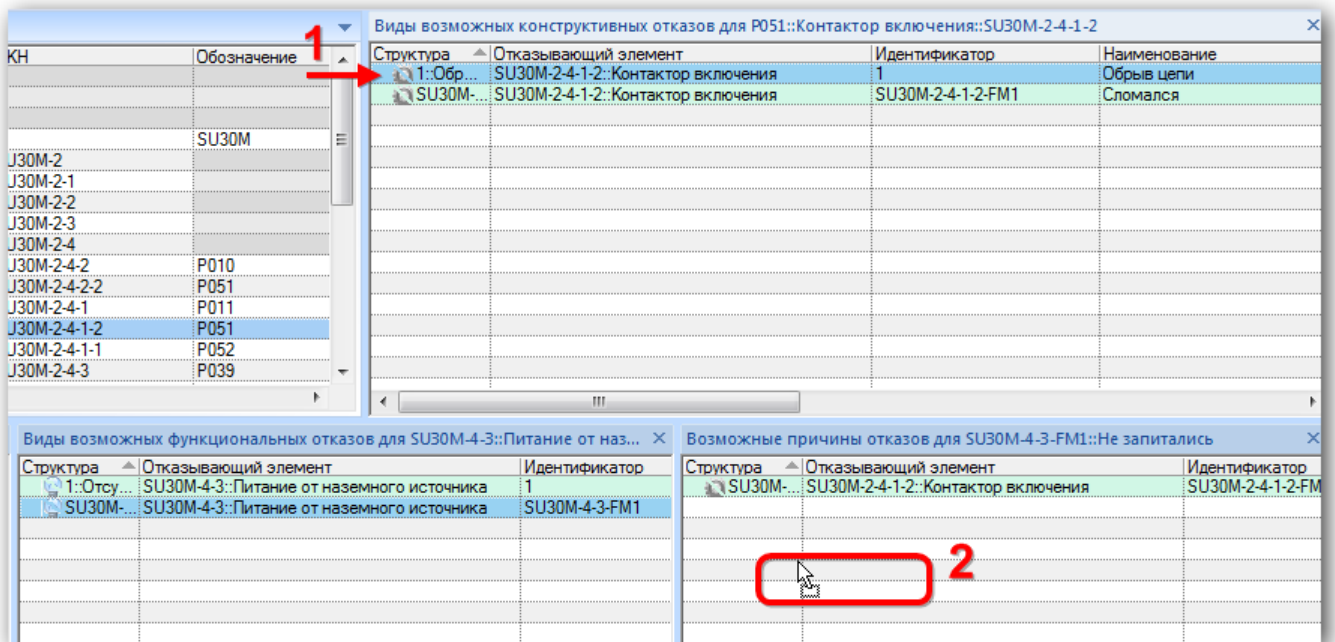

Рис. 10-317 – Связь между КО и ФО
6) В открывшемся диалоговом окне нажать «Да» для подтверждения действия (рис. 10-317). В этом случае выбранный ФО будет удален из базы данных.
5) В открывшемся диалоговом окне нажать «Да» для подтверждения действия (рис. 10-317). В этом случае выбранный КО будет удален из базы данных.